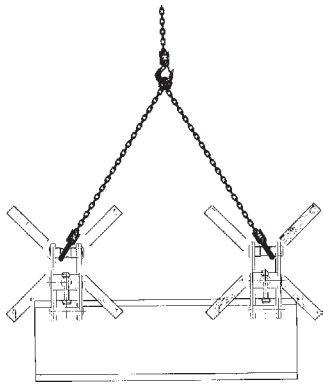

Fig. 3
- Falsches Einhängen/Belasten des Lastaufnahmemittels, d.h. bei Schrägzug oder bei Benutzung des Lastaufnahmemittels als Greifer (Klemme) ist verboten (Fig. 3).
- Incorrect attachment to, or incorrect loading of the suspension bar by side pull (Fig. 3) or by using the beam clamp as a clamping jaw is not allowed.